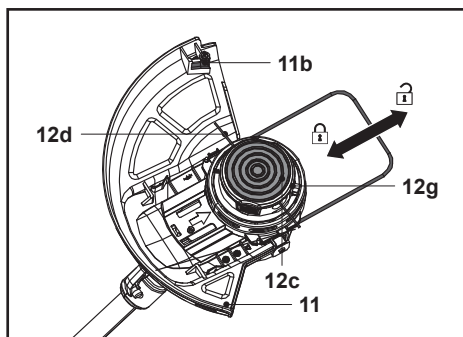

Fig. 23
1. Întoarce capul de tăiere (12) cu susul în jos.
2. Apasă butonul de eliberare (12g) trăgând în același timp de firele de tăiere (12d). Bobina de tăiere (12c) va elibera firele de tăiere (fig. 23).